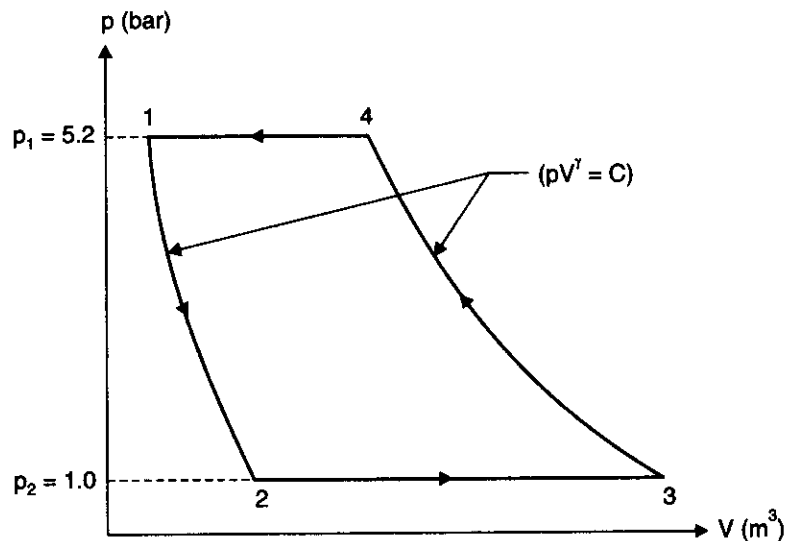

Fig. 14.8
**Solution.** Refer Fig. 14.8.